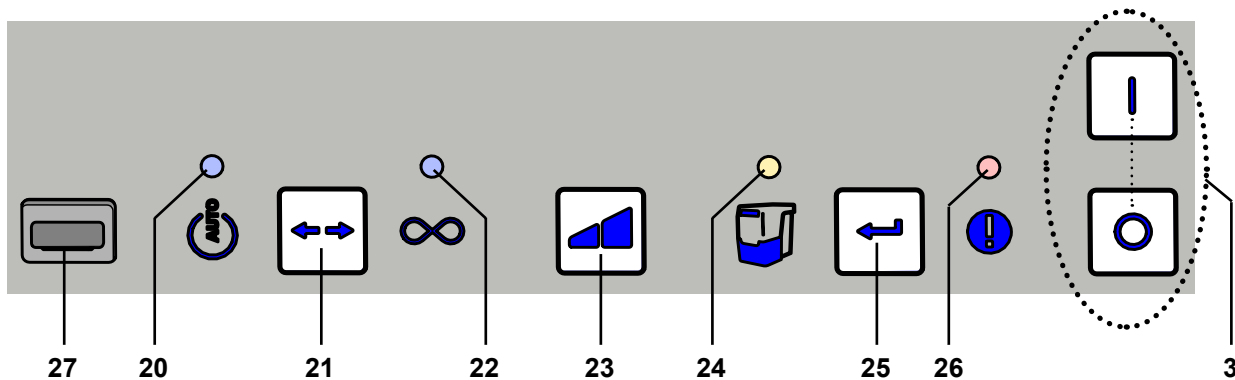

Fig. 2
- ⇒ Desconectar el aparato a través del interruptor de conexión / desconexión (3, Fig. 2).
El manejo del equipo de aspiración se realiza a través de las teclas del panel de control (Fig. 2).